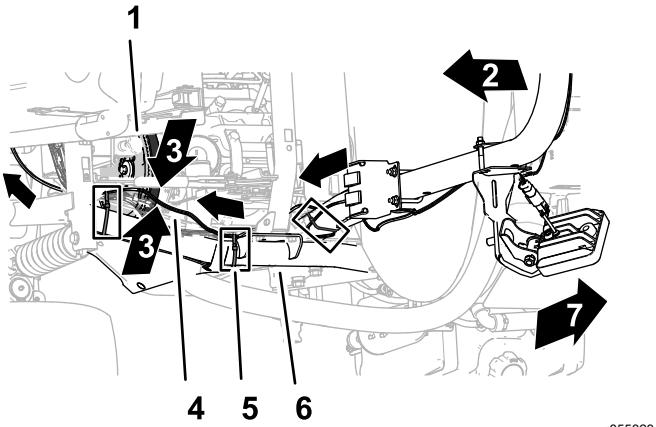
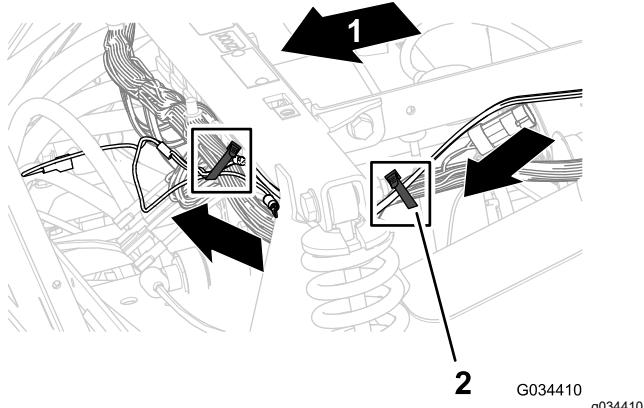

Figure 11
Figure 12
borne à douille et de la cosse en anneau vers le bas et l'avant, comme montré à la Figure 11 et la Figure 12.
montré à la Figure 10, la Figure 11 et la Figure 12.
**Remarque:** Rassemblez l'excédent de faisceau sur le tube supérieur avant du cadre et fixez-le avec un attache-câble, comme montré à la Figure 11.